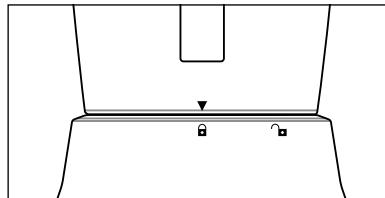

Abb.3
- 5) Achten Sie darauf, dass die Ausgießnase am Mixaufsatz ③ verschlossen ist.
- 6) Setzen Sie die Dosierkappe ① so in den Deckel ②, dass die Zapfen der Dosierkappe ① in die Aussparungen des Deckels ② passen. Drehen Sie dann die Dosierkappe im Uhrzeiger bis diese fest im Deckel sitzt.
- 7) Setzen Sie den fertig gefüllten und verschlossenen Mixaufsatz ③ auf den Motorblock ⑥. Nutzen Sie dazu die Aussparungen am Motorblock ⑥ und achten Sie dabei darauf, dass der Griff des Mixaufsatzes ③ auf das ↗-Symbol zeigt (siehe Abb. 3). Drehen Sie den Mixaufsatz ③ im Uhrzeigersinn Richtung Position ↗, bis er hörbar einrastet. Nur wenn der Mixaufsatz ③ bündig aufgesetzt ist, kann der Motor starten.